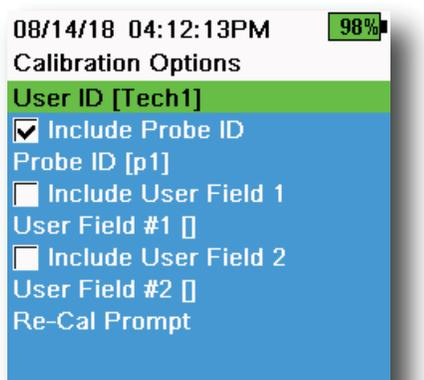

Figure 12 Options d'étalonnage
- Autre identification spécifique de l'utilisateur (champ utilisateur n° 1 et n° 2) (Figure 12).